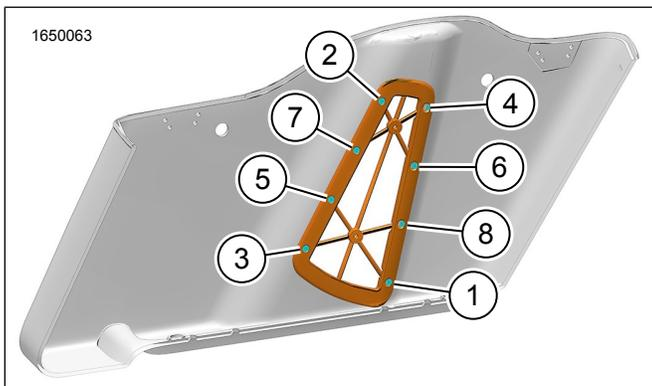

図13。締め付け順序-ベゼルスクリュー
- b. 図13を参照してください。順番に締め付けます。トルク: 0.4-0.6 N·m(4-5 in-lbs) ベゼルスクリュー